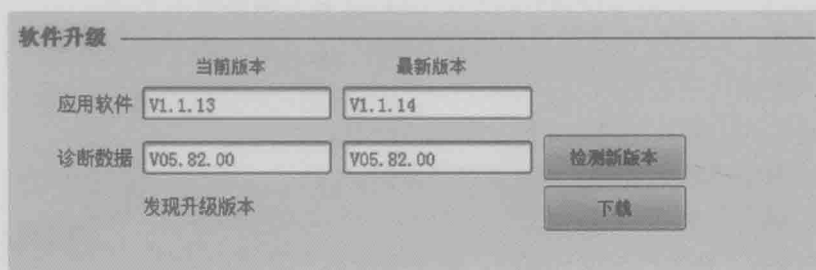

图 1-8 检测新版本显示
3) 如图 1-8 所示, 若检测到新版本, 界面将显示“下载”按钮。